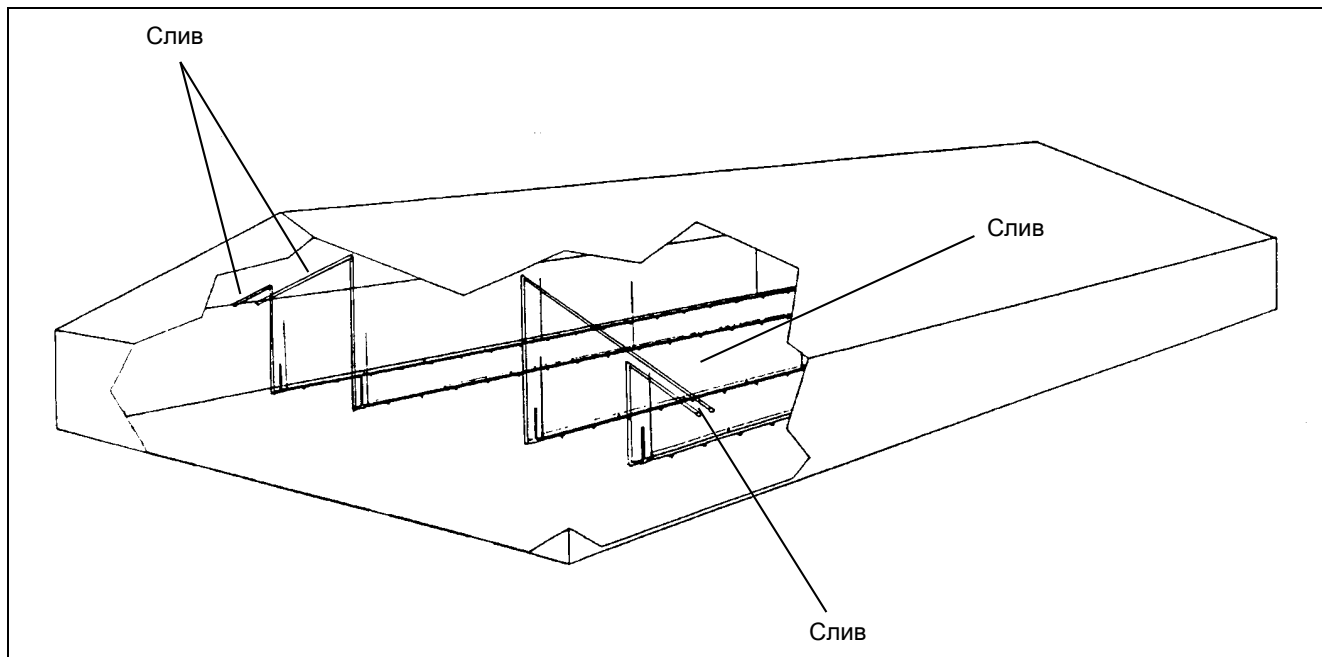

Рисунок 7N
4. Наверните четыре (4) оборота резьбоуплотнительной ленты (тефлон) на колено и затяните на поворотном переходнике. Не перетягивайте.
5. Подсоедините садовый шланг (продается отдельно) к колену и проложите его к водопроводной системе под потолком как показано на Рисунок 7N на стр. 29.